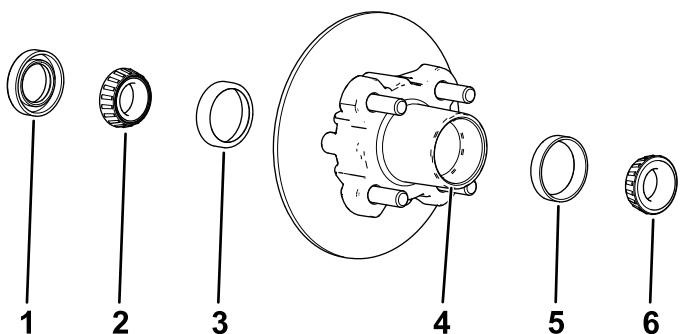

図 33
1. ハブから外側のベアリングとベアリングレースを取り図 33。
2. ハブから、シール、内側のベアリングを外す図 33。
5. ハブについているグリス、ごみなどをきれいに取り除く図 33。
7. キャビティの50-80 %程度にグリスを詰める図 33。
8. ハブの内側に内側ベアリングを取り付け、シールをはめる図 33。